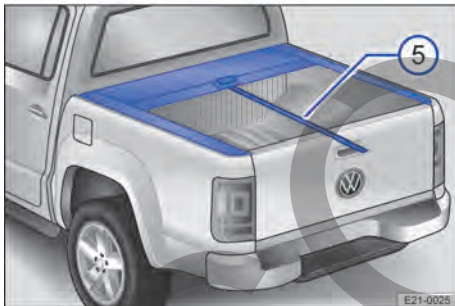

Fig. 53 Cubierta enrollable: cinta para tirar.
5. *Cerrar completamente:* Cierre la cubierta por completo tirando de la cinta → Fig. 53 ⑤.